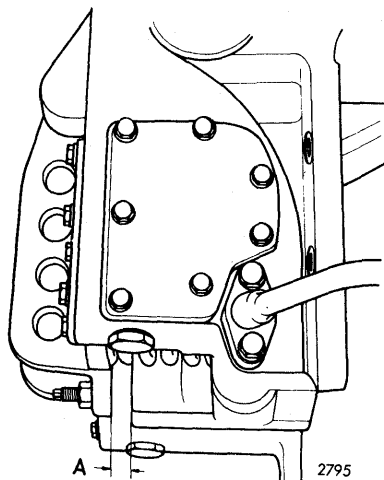

Fig. 33.
1. Trykstangsophængets to selvlåsende møtrikker trækkes til, således at de begge ligger an, og således at spillerummet mellem hydraulikhusets bearbejdede flade og trykstangsophæng er $11,5 \text{ mm}$ - se fig. 33. Stopskruen skal være skruet helt ud.